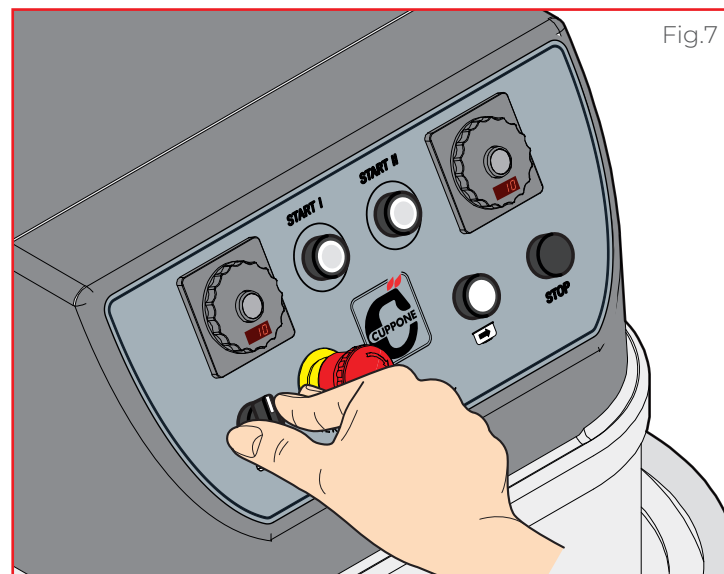

Fig.7
► Fig.7 Ruotando la **leva** (7), è possibile controllare la rotazione della vasca (solo in modalità **START I** - velocità bassa):